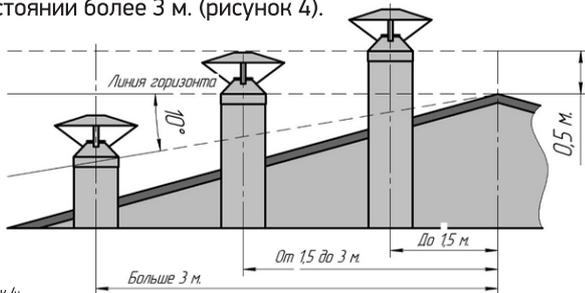

Рисунок 4:
- не ниже линии, проведенной от конька под углом  $10^\circ$  к горизонту, при расположении дымовой трубы от конька на расстоянии более 3 м. (рисунок 4).